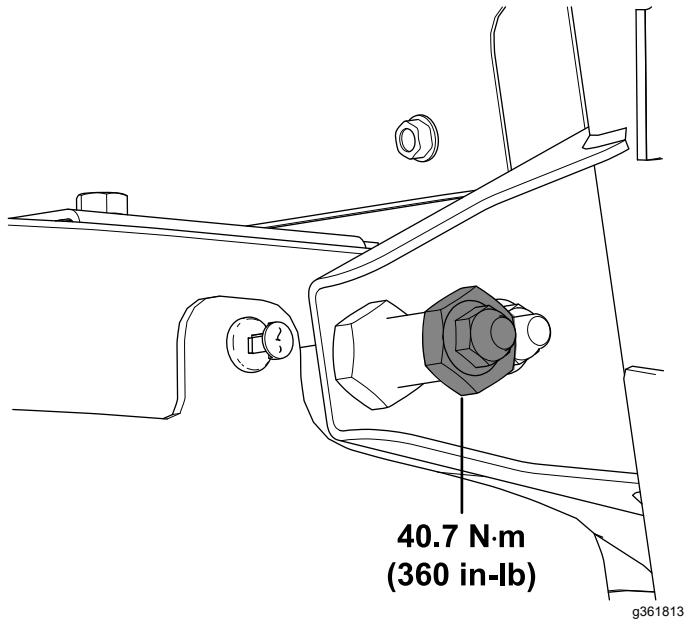

Bild 33
21. Ziehen Sie die Sicherungsmutter ($\frac{3}{8}$ ") auf ein Drehmoment von 40,7 N·m fest, wie in Bild 33 dargestellt.